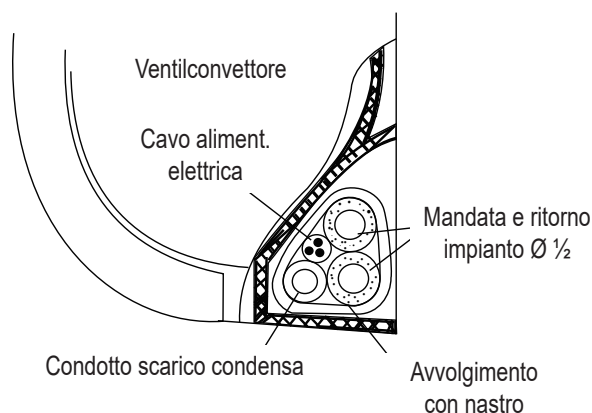

fig. 12 - Vista laterale ventilconvettore/connessioni
- Avvolgere saldamente il cavo di alimentazione elettrica, il tubo di scarico condensa ed i collegamenti idraulici con nastro adesivo, in modo uniforme, come mostrato in "fig. 12 - Vista laterale ventilconvettore/connessioni".